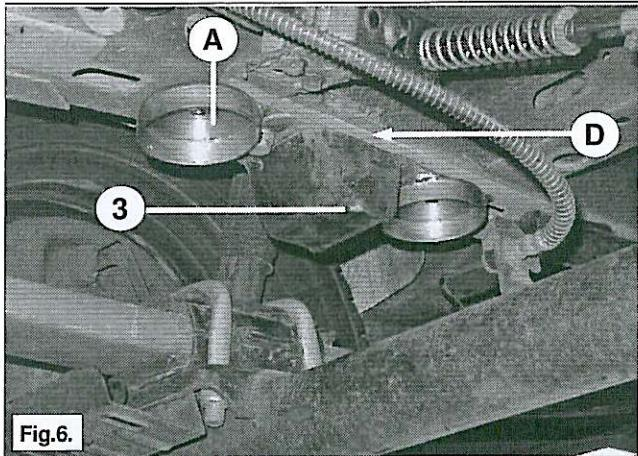

Fig.6.
- Demonteer de buffer 3. Zie fig. 6.
- Dismount the bumpstop 3. See fig. 6.
- Demontieren Sie den Puffer 3. Siehe Fig. 6.
- Démontez le tampon 3. Cf. fig. 6.
- Desmonte el tope 3. Ver fig. 6.